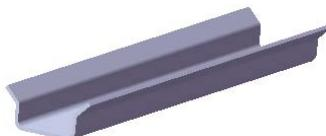
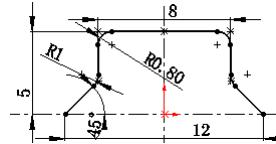

图 13.3.2 基体—法兰 1
图 13.3.3 横断面草图
Step2. 创建图 13.3.2 所示的钣金基础特征——基体—法兰 1。
(1) 选择命令。选择下拉菜单 **插入(I)** → **钣金(W)** → **基体法兰(A)...** 命令(或单击“钣金”工具栏上的“基体法兰/薄片”按钮 )。
(2) 定义特征的横断面草图。选取前视基准面作为草图基准面，绘制图 13.3.3 所示的横断面草图。
(3) 定义钣金参数属性。在 **方向 1** 区域的  下拉列表中选择 **两侧对称** 选项，在  文本框中输入深度值 65.0；在 **钣金参数(S)** 区域的  文本框中输入厚度值 0.15，在  文本框中输入折弯半径值 1.0。
(4) 单击  按钮，完成基体—法兰 1 的创建。